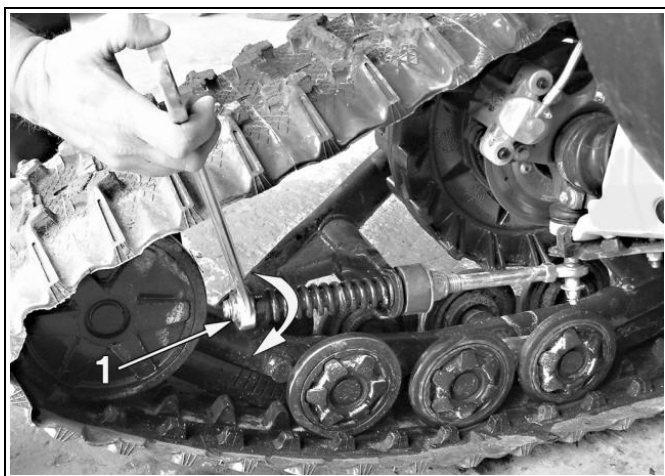
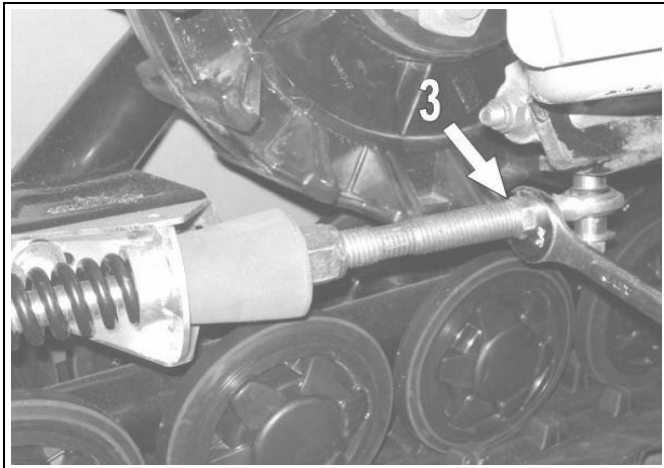

Figura 6
Figura 7
- Girare il dado (1) fino a farlo entrare in contatto con la molla, comprimere in seguito la molla girando il dado 1.5 volte (vedere Figura 6).
NOTA: In alcuni casi, quando la regolazione del dado (punto 1 nella figura 6), che provoca la compressione della molla, è vicina all'estremità della barra filettata, allungare il gruppo allentando il controdado (punto 3 nella figura 7) e svitando l'estremità della barra, di modo che sia visibile un massimo di 19 mm di filettatura. Assicurarsi che il controdado sia ben fissato una volta completata l'installazione.